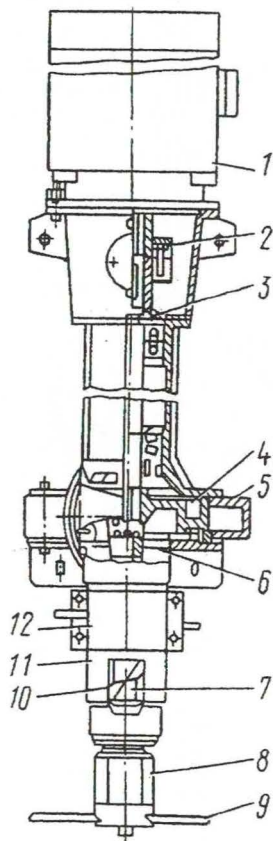

Рис. 4. Насосная часть.
3.10.1. Для замены рабочего колеса необходимо отвернуть гайки, крепящие корпус шнека 8 (Рис.4) и улитку, вынуть шлицевую муфту, отвернуть гайку крепления колеса на валу, и с помощью съемника снять рабочее колесо.